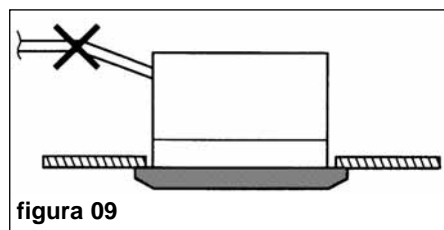

figura 09
- Non installare la canalizzazione con una pendenza verso l'alto vicino all'uscita (figura 09).
Si corre il rischio di un ritorno d'acqua quando l'unità si arresta (figura 09).